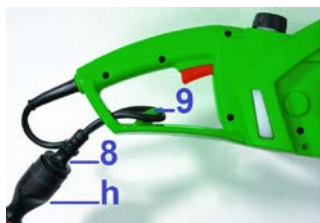

Fig.9
1. Connettere il cavo elettrico (8) a una prolunga (h) (non inclusa).
2. Legare la prolunga al supporto del cavo (9) per evitare ogni danneggiamento in caso di costrizione eccessiva (vedere Fig.9).
Nota: Tenere fermamente la motosega coi pollici e le dita accerchiando le impugnature (Fig.9)